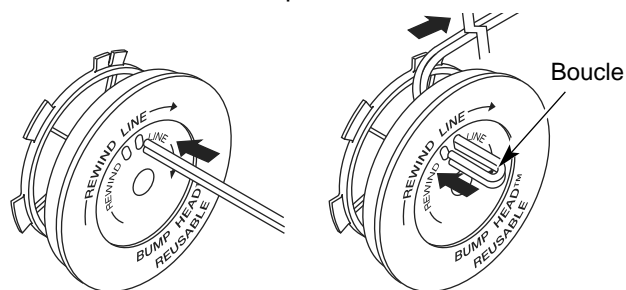

Fig. 18
8. Découpez environ 3 m (6 pi) de fil neuf. Insérez une extrémité de fil dans l'un des deux trous du moulinet intérieur (Fig. 18). Tirez le fil jusqu'à ne laisser que 10 cm (4 po) environ.
9. Insérez l'autre extrémité du fil dans le trou ouvert du moulinet et tirez sur le fil pour que la boucle soit le plus petit possible (Fig. 18).